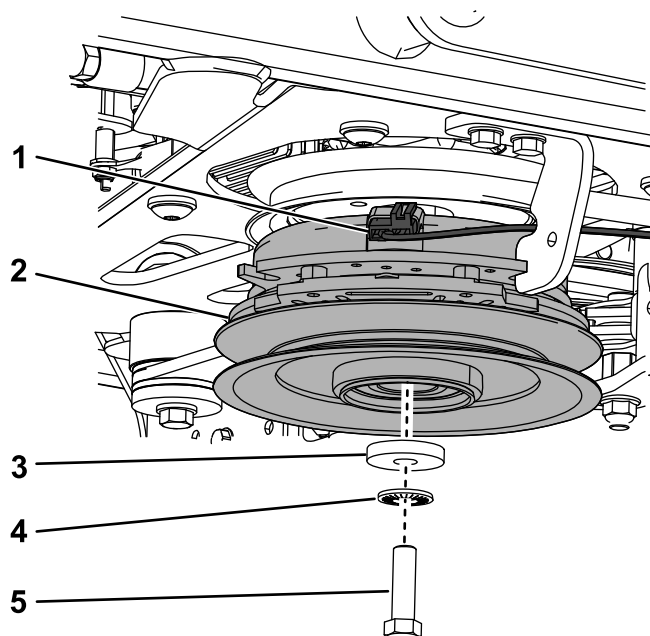

**Figure 85**
**Remarque:** Pour les les tabliers de 132 cm (52 po), montez les pattes de support avant à l'extérieur des bras de levage avant (Figure 84). Pour les les tabliers de 152 cm (60 po), montez les pattes de support avant à l'intérieur des bras de levage avant (Figure 85).